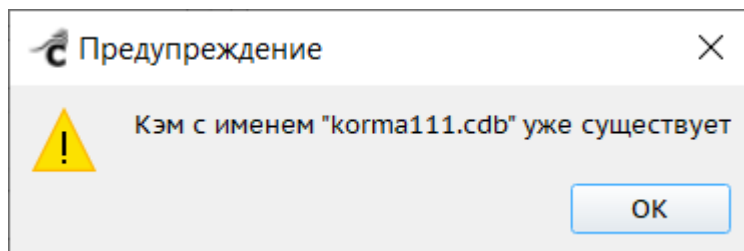

Рисунок 180 – Сообщение «КЭМ с именем <...> уже существует»
– «Имя обработанной КЭМ» – нужно задать имя. Оно должно быть уникальным для текущего проекта. Если введенное имя совпадает с именем уже существующей в текущем проекте КЭМ, при попытке сохранить настройки отобразится соответствующее уведомление (Рисунок 180) и сохранение не будет выполнено.